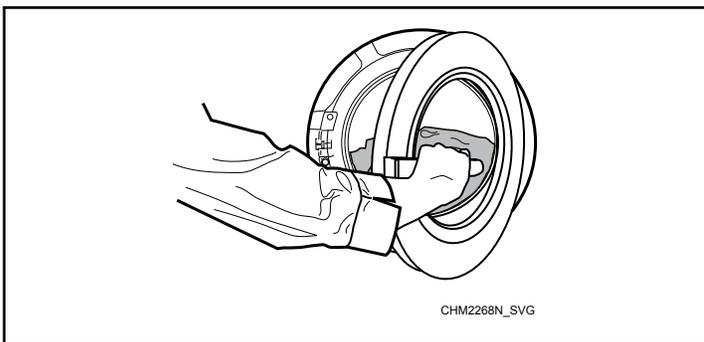

Figure 24
3. Fermer la porte en poussant la poignée de porte vers la machine. Se reporter à la *Figure 24*.